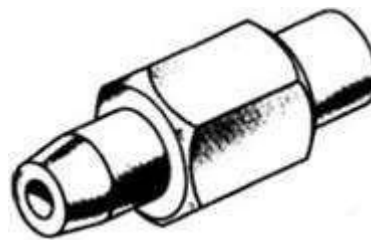

Рис. 6.
**6.** Объединив все полученные сведения, устанавливаем общую форму предмета (рис. 6). Она представляет собой сочетание усеченного конуса, цилиндра, шестиугольной призмы, цилиндра и усеченного конуса, расположенных на общей оси. Вдоль оси детали проходит цилиндрическое сквозное отверстие.